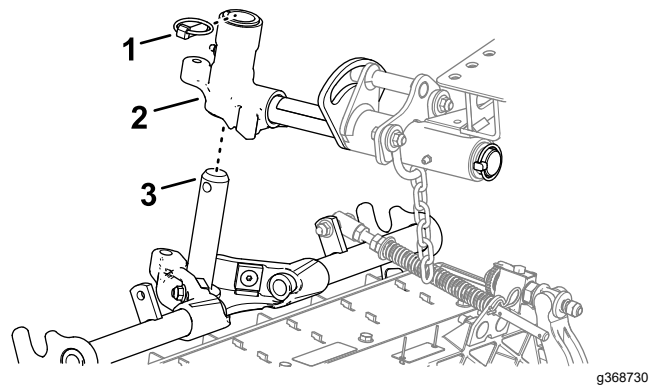

Figura 26
1. Deslice una unidad de corte debajo del brazo de elevación (Figura 26).